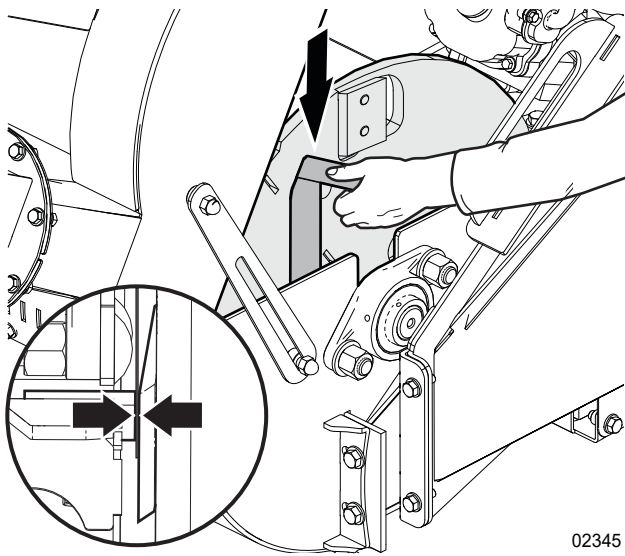

Figure 44 – Régler le jeu du couteau d'appui
- Insérez une jauge de dégagement de couteau d'appui entre le couteau du rotor et le couteau d'appui. Déplacez le couteau d'appui jusqu'à ce qu'il touche la jauge de dégagement du couteau d'appui. Consultez la *Figure 44* à la page 61.